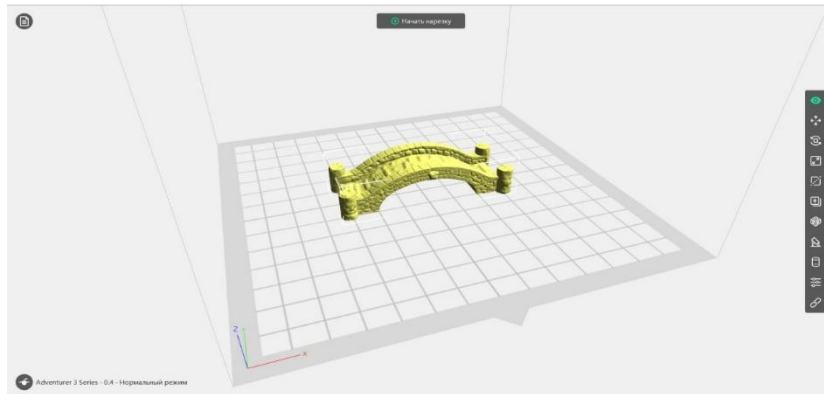

Рис.1. Загруженная в слайсер модель
В САПР «Компас-3D» (рис.1) была создана 3D-модель «Мост» в масштабе 1:1. Размеры модели:
1. Загрузите модель в слайсер (рис.1).